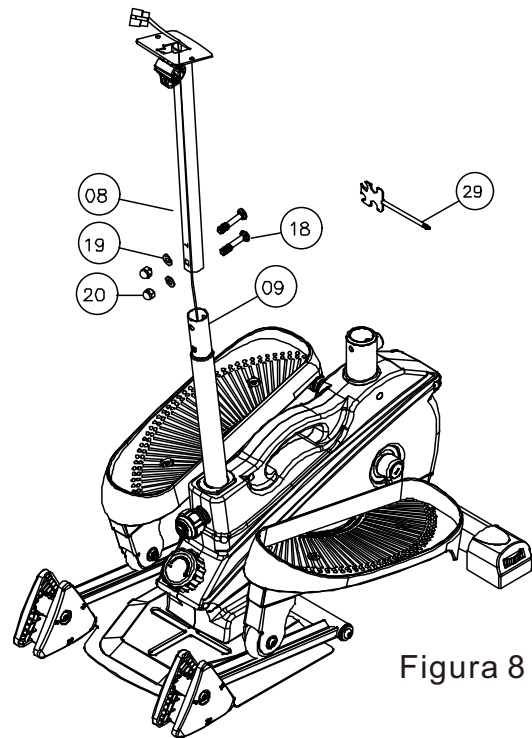

Figura 8
8. Utilice 2 tornillos de cartucho No. 18, una arandela plana No. 19, un tope de bloque alto No. 20, y fije el conjunto del elevador frontal No. 08 y el sistema de gestión centralizada No. 09 juntos. Como se muestra en la Figura 8: